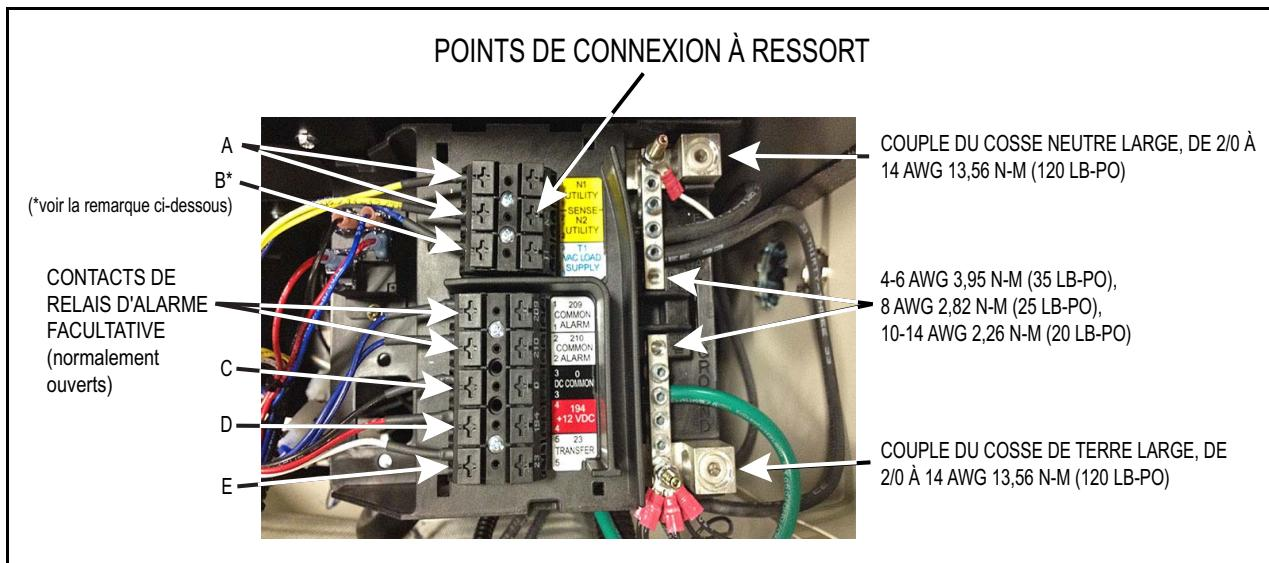

Figure 6-1. Câblage de commande (derrière le tableau de commande)
5. Branchez le câble neutre à la cosse neutre et serrez comme requis. Voir la Figure 6-1.
6. Branchez le fil de mise à la terre à la cosse de terre et serrez comme requis. Voir la Figure 6-1.
REMARQUE : Liaison du neutre - certaines installations nécessitent que le neutre soit lié à la terre. Cela s'effectue par les bornes de connexions clients à l'intérieur du générateur. Connectez la barre neutre à la barre de masse avec un fil de taille convenable. Ceci est habituellement nécessaire lorsque le générateur est la source dans un système dérivé séparément. Ce n'est pas nécessaire lorsque le générateur constitue une source d'appoint dans un système électrique du réseau public avec un commutateur de transfert bipolaire. Voir la Figure 6-1.